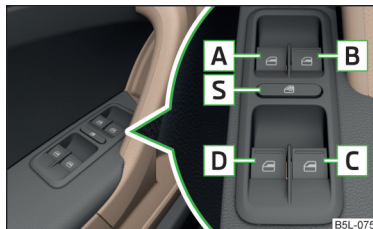

Fig. 39
- Si se transportan personas en los asientos traseros, que no son completamente independientes, p. ej. niños, se recomienda poner fuera de funcionamiento los elevallunas eléctricos de las puertas traseras (interruptor de seguridad) [\[S\]](#) » fig. 39 de la página 61.
- Después de desconectar el encendido, aún se puede abrir o cerrar las ventanillas durante aprox. 10 minutos. Después de abrir la puerta del conductor o del acompañante, las ventanillas se pueden operar solamente con la tecla [\[A\]](#) » fig. 39 de la página 61.
Teclas de los elevallunas » fig. 39
Se pueden poner fuera de servicio las teclas de los elevadores de las puertas traseras pulsando el interruptor de seguridad [S] » fig. 39. Se ponen de nuevo en funcionamiento las teclas en las puertas traseras pulsando de nuevo el interruptor de seguridad [S].
- Mantenga la tecla  en la posición de apertura » fig. 39 de la página 61.
- Mantenga la tecla  en la posición de cierre » fig. 39 de la página 61.